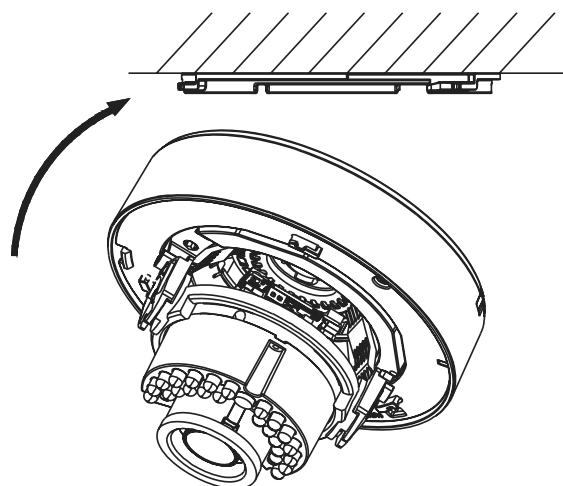

Рис. 2.3. Крепление видеокамеры на монтажном основании
7. Закрепите видеокамеру на монтажном основании и зафиксируйте ее, как показано на Рис. 2.3.